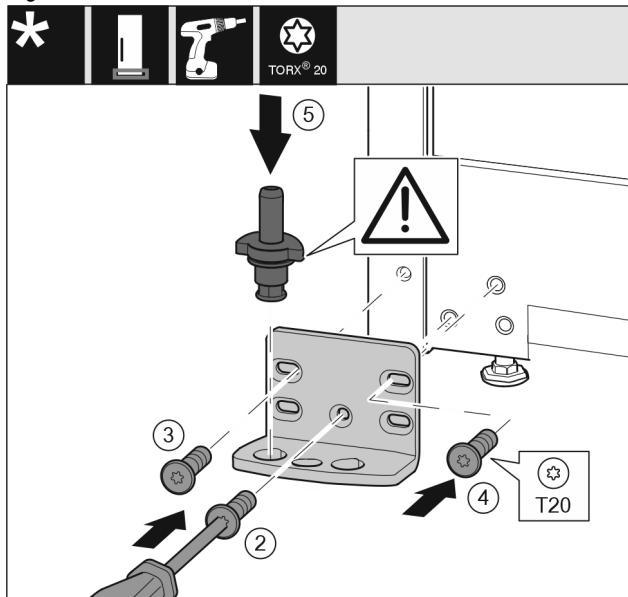

Fig. 15
- Postavite podložak ležaja na drugoj strani i zavijte pomoću odvijača T20. Započnite s vijkom 2 dolje u sredini. Fig. 15 (2)
- Pritegnite vijak 3 i 4. Fig. 15 (3,4)
- Kompletno umetnute podložak ležaja. Pri tome pazite da je ispuštenje za blokiranje okrenuto prema otvara. Fig. 15 (5)